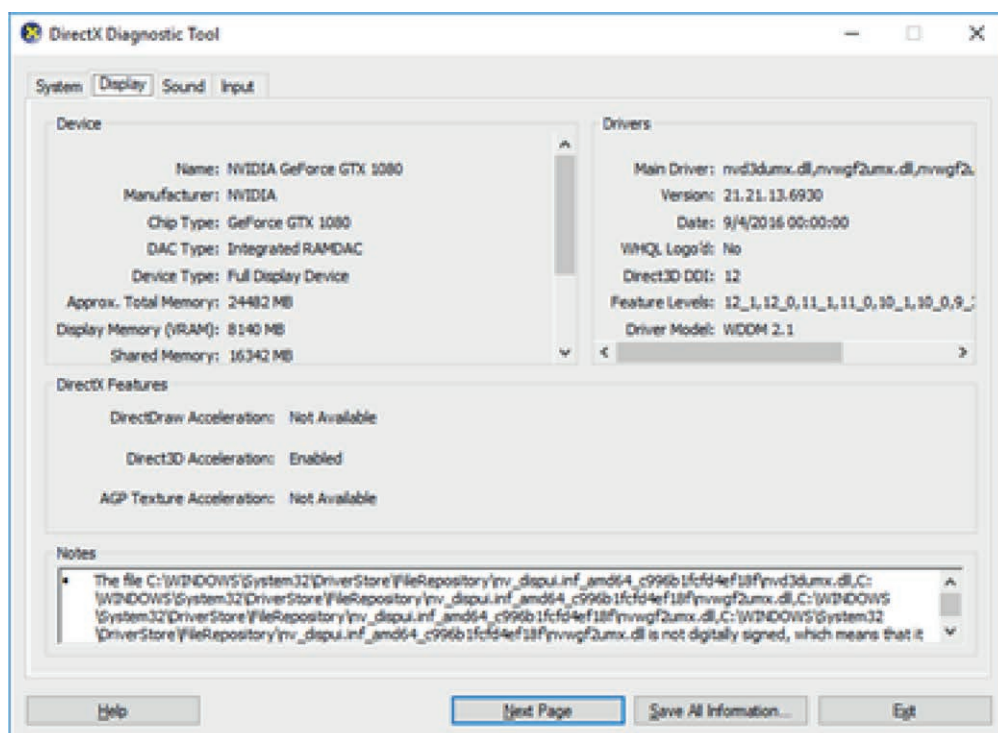

Abbildung 49 DirectX Diagnostiktool
4. Um den GPU-Typ und die Speicherkapazität zu ermitteln, geben Sie im Startmenü „dxdiag“ ein. Gehen Sie zur Registerkarte „Anzeige“, vergewissern Sie sich, dass NVIDIA als Hersteller angegeben ist und dass der Anzeigespeicher („Display Memory (VRAM)“) mindestens 4096 MB beträgt (siehe Abbildung 49).